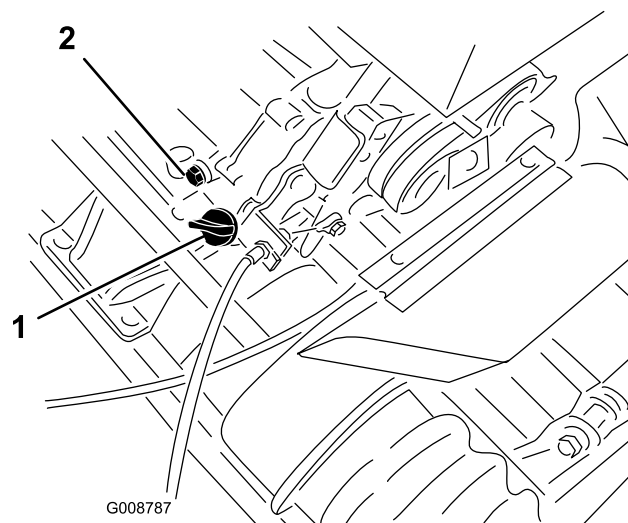

図 21
1. エンジンが水平になるように駐車し、オイル・ゲージの周囲をきれいに拭く（図 21）。
2. 機体下にあるドレン・プラグ（図 21）の下に廃油受けを置く。